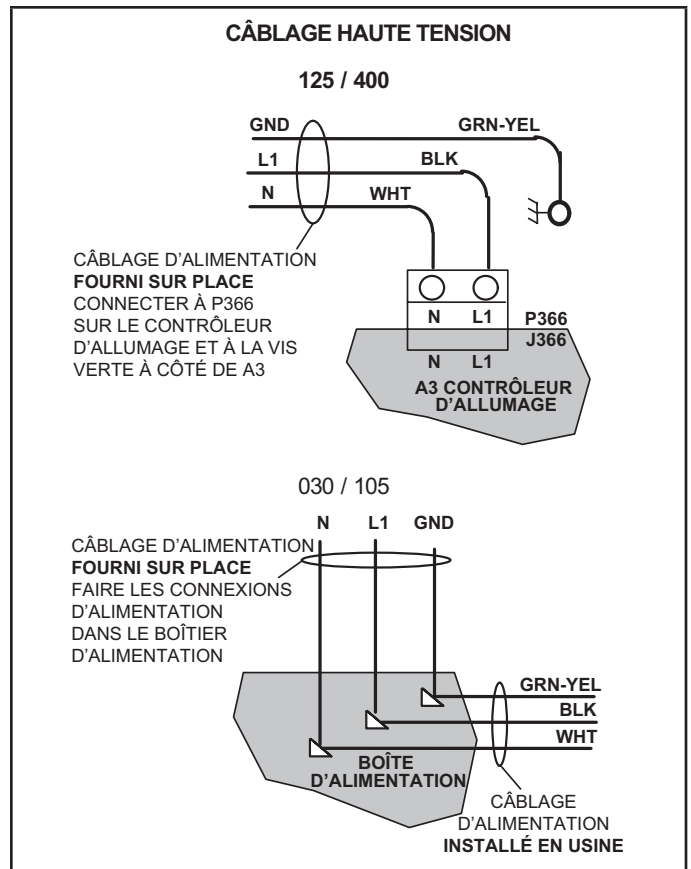

FIGURE 13
- 2 - Effectuer les raccordements électriques comme indiqué à la Figure 13. Connecter les fils du thermostat sur le connecteur à 2 broches P366 du contrôleur d'allumage A3. Pour faciliter l'installation, déconnecter le connecteur P366 de J366, faire les raccordements puis réinstaller P366. Voir le schéma de câblage sur l'unité et le schéma typique approprié de ce manuel.